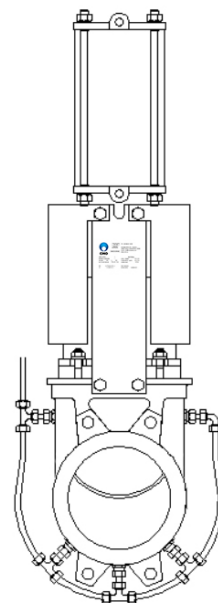

Fig.8
-Insuflaciones en el cuerpo (Fig. 8)